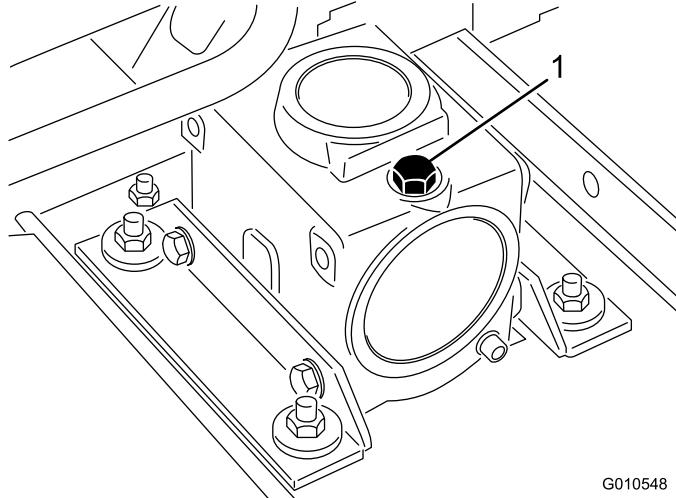

Figura 10
2. Retire la varilla/ tapón de llenado de la parte superior de la caja de engranajes (Figura 10) y asegúrese de que el lubricante está entre las marcas de la varilla. Si el nivel de lubricante es bajo, añada suficiente lubricante para que el nivel quede entre las marcas.